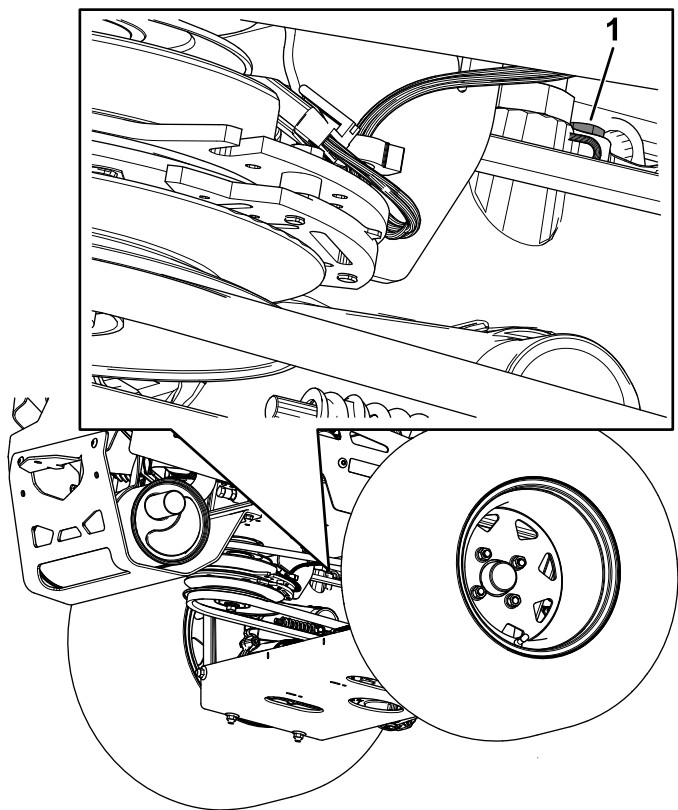

Figura 93
- **Transmisiones hidrostáticas ZT 5400:** utilice una llave de 7/16" para acceder al tapón de ventilación desde debajo de la máquina (**Figura 93**).